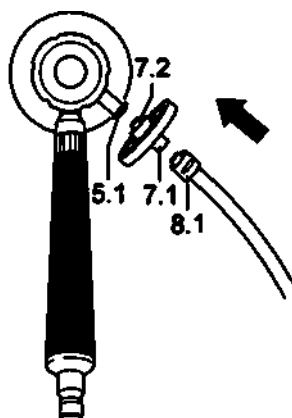

Рис.6
- ◇ Соедините штуцер Люэра (7.2) одноразовой фильтрационной насадки путем поворота по часовой стрелке с муфтой Люэра (5.1) колпачка (рис. 6).
- ◇ Штуцер Люэра (8.1) двойного нагнетателя соединить поворачиванием по часовой стрелке с муфтой Люэра (7.1) фильтрационной насадки одноразового применения (рис. 6).